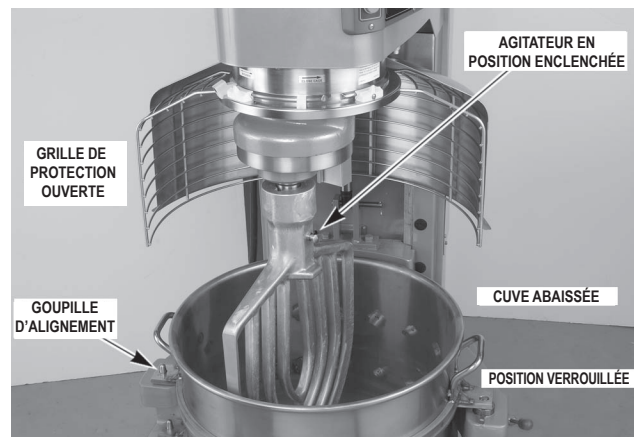

Fig. 10
2. Positionnez la cuve afin que les goupilles d'alignement du côté gauche du porte-cuve (fig. 10) se logent dans les trous de la cuve.
3. Faites pivoter la cuve en position verrouillée sur le porte-cuve (fig. 10).